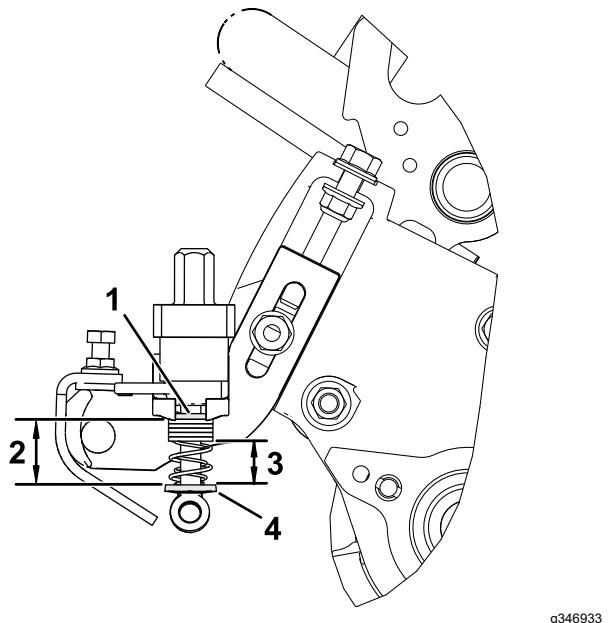

図 20
- 図 20に示すように、ワッシャ間の距離現在のスプリングの長さを測定する。